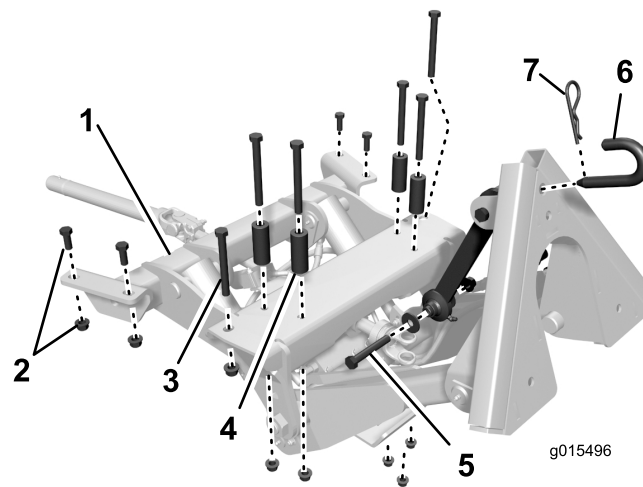
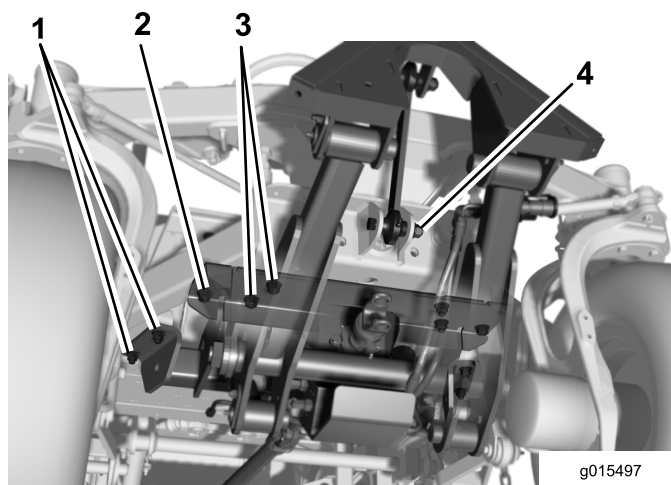
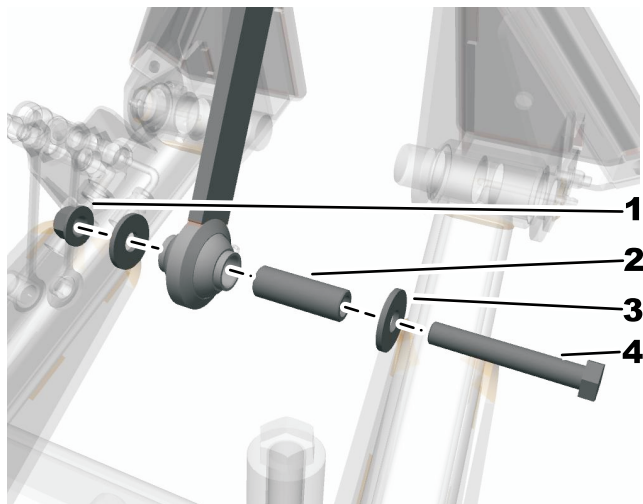

Bild 5
Bild 6
Bild 7
1. Bild 5 zeigt eine Ansicht von oben der Stelle, Positionierung und Größe der Befestigungen, mit denen der Frontanbaugerätrahmen an der Unterseite des Zugmaschinenrahmens befestigt ist.
5. Befestigen Sie an der Vorderseite des Anbaugeräts das äußere Loch an jeder Seite mit einer Schraube (1/2 x 4-1/2 Zoll) und einer Bundmutter (1/2 Zoll) an den Rahmenkanälen (Bild 6).
6. Befestigen Sie hinten am Anbaugerät jede Seite lose mit zwei Schrauben (1/2 x 1-1/4 Zoll) und Bundmuttern (1/2 Zoll) an den Rahmenkanälen (Bild 6).
7. Befestigen Sie das Anbaugerät mit Schrauben (1/2 x 4-1/2 Zoll), Distanzstücken und Bundmuttern (1/2 Zoll) in den restlichen vier Befestigungslöchern in der Rahmenkreuzplatte (Bild 6). Legen Sie die Distanzstücke zwischen den Schraubenkopf und die Kreuzplatte.
9. Befestigen Sie den Oberlenker mit einer Schraube (1/2 x 3-1/4 Zoll), zwei Stützscheiben und einer Sicherungsmutter (1/2 Zoll) an der Achsenstütze (Bild 5 und Bild 6). Die Scheiben müssen an der Außenseite der Nasen an der Achsenstütze sein. Setzen Sie die Distanzstücke ein und ziehen sie mit 91 - 113 N·m an (Bild 7).